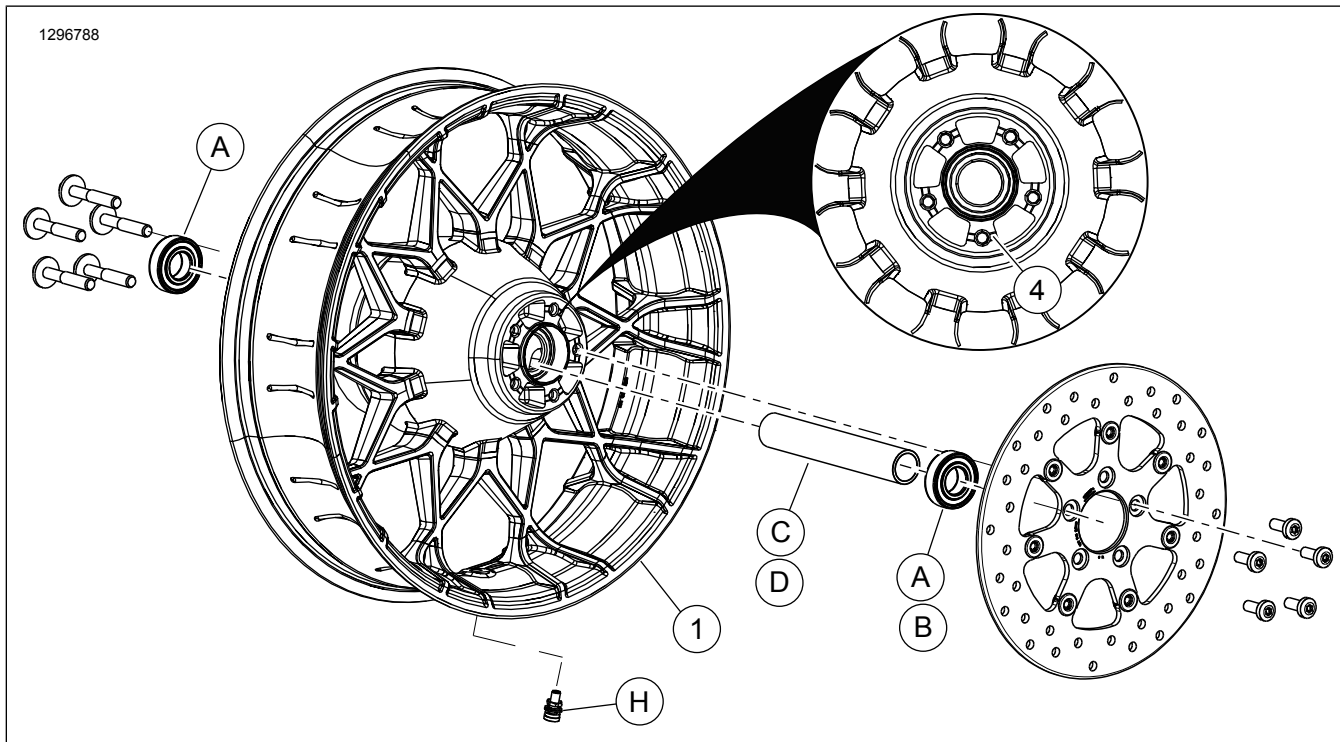

Figura 1. Componente de service: Roata din spate a turbinei
Aceste kituri includ numai roți particularizate. Consultați Figura 1 și Tabelul 2.
2. Consultați Figura 1. Montați pe roată ansamblul suportului valvei. Consultați manualul de service.